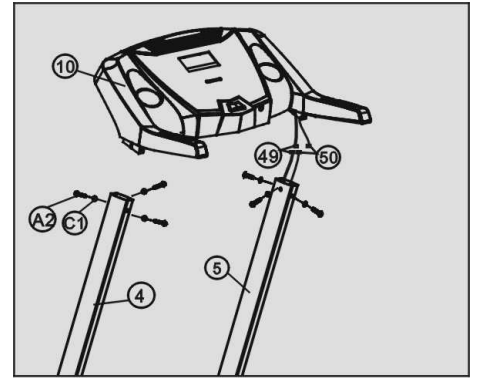

Figure 3
A. Bevestig het signaaldraad (49) en de luidsprekerdraad (50) aan de corresponderende draden in de handvaten (10) (zie afbeelding 3).
B. Bevestig de computer/handvaten (10) aan de verticale buizen (4/5) met zes halfronde M8X16 bouten (A2) en zes platte ringen  $\varnothing 8$  (C1).